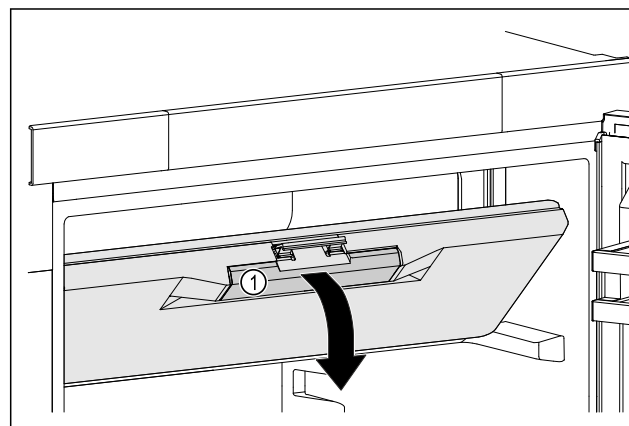

Fig. 43
- Afferrare lo sportello del vano congelatore dalla maniglia incassata Fig. 43 (1).